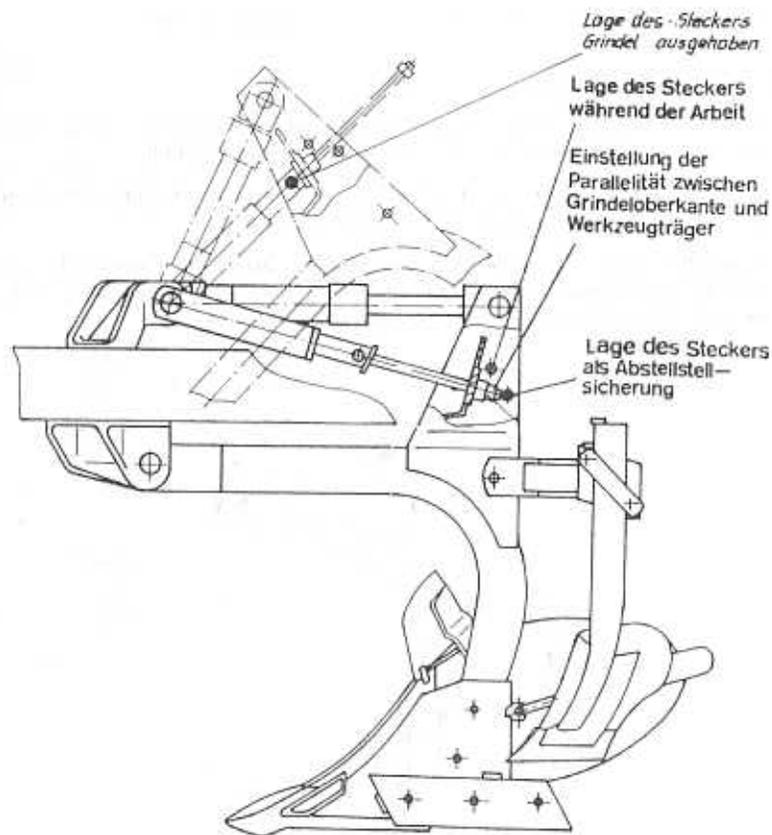

Abb. 14 Grindelstellungen
- Stecker des ersten und letzten Grindels in Lage „Abstellsicherung“ bringen, sonst besteht Kippgefahr des Pfluges (siehe Abb. 14)
- Beim Abstellen des Vorder- und Hinterpfluges getrennt, jeweils am ersten und letzten Grindel Stecker in die Abstellsicherung bringen (siehe Abb. 14).
- Ausheben des 8. bzw. 8. und 7. Grindels, hierzu sind 2 AK erforderlich (siehe Abb. 14)
- Ausheben des 5. Grindels (siehe Abb. 14)